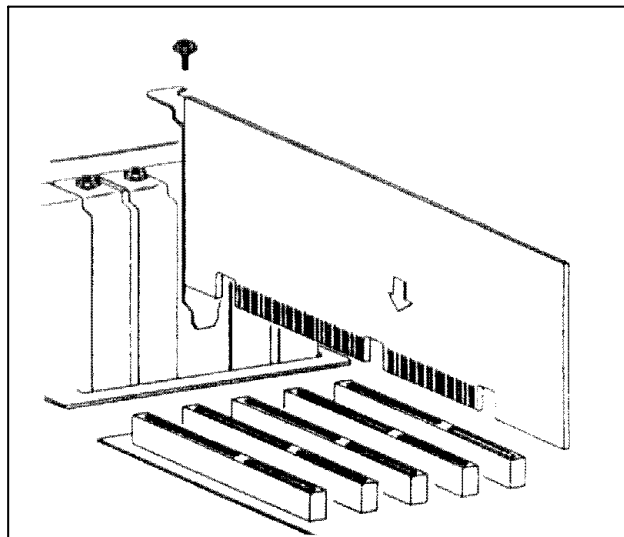

Figure 2
- ♦ Insérez la carte dans l'emplacement choisi. Veillez à bien l'aligner sur le connecteur ISA avant de l'enfoncer (Voir figure 2) .